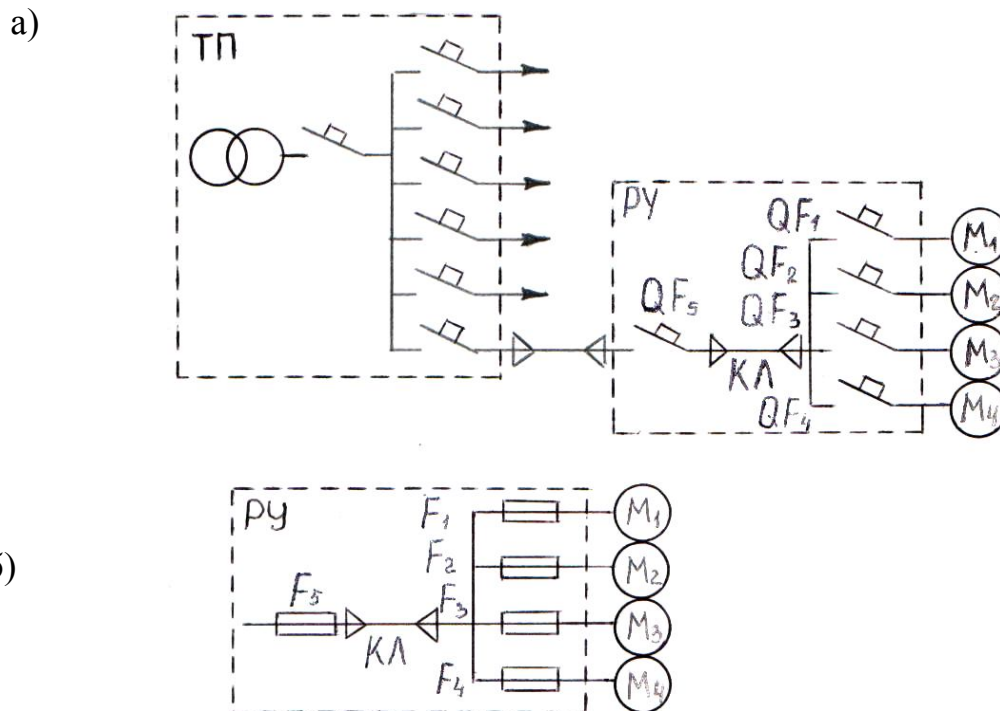

Рис. 2. Ділянка радіальної схеми цехової електричної мережі:
Від цехового трансформатора кабелем живиться механічна майстерня, до якої підключені чотири двигуни. Напруга мережі 380 В. Всі двигуни працюють одночасно. Типи двигунів приведені в табл. 1; рекомендується використовувати для розрахунку двигун, вибраний в задачі 1.1 і найближчий до нього; два інших двигуна вибрати з протилежного кінця таблиці 1. У тих випадках, коли номінальна напруга обраних двигунів 660 В, необхідно змінити його на напругу, задану в умові завдання 1.2 (380 В). Схема цехової електричної мережі, яка живить механічну майстерню, наведена на рис. 2. Потрібно вибрати апарати захисту двигунів і кабелю, що живлять збірку:
- а) автоматичні вимикачі $QF_1 - QF_5$ (рис. 2 (а));
б) плавкі запобіжники $F_1 - F_5$ (рис. 2(б)).
Приклад 1.2. Вибір автоматичних вимикачів і запобіжників для захисту двигунів (схема представлена на рис. 2 а, б).
ми вставок запобіжників, що захищають двигуни (рис.2 б). Підберемо за довідковими даними найближчі до розрахункових номінальні струми вставок для запобіжників різних типів: ПР. - 2, ПН - 2, НПР, НПН і зане- семо всі вищевказані розрахункові та довідкові величини в табл. 2.1.
Виберемо для захисту тієї ж групи двигунів автоматичні вимикачі (рис.2). Розрахунки проводяться за формулами (4) - (7). Розрахункові та довідкові дані заносимо в таблицю 1.2.